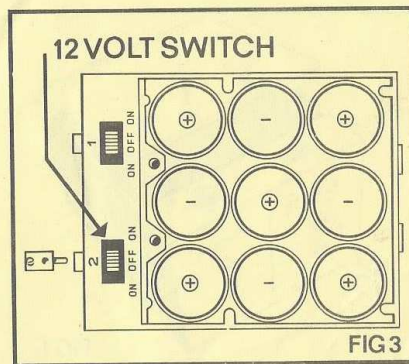

FIG 3
3. Für die Schaltung mit 12 Volt Nennspannung den Schaumstoff-Block aus dem Kasten entfernen und 9 Batterien in der in Abb. 3 gezeigten Anordnung anbringen. Zu diesem Zweck wurde die Unterseite des Batteriekastens speziell vorgeformt, um ein leichtes Einsetzen zu ermöglichen. Die Stromzufuhr erfolgt nun durch Einführen der Miniatur-Stecker in die Steckdosen unter der 12 Volt-Markierung und wird durch den Schalter Nr. 2 kontrolliert.
3. Ifråga om kretsen på 12 volt (nominell) skall skumklotsen tas bort, varefter 9 batterier placeras så som framgår av Fig.3. Dessa placeringar anges också på undersidan av manöverdosan som bekväm vägledning. Batterierna ansluts genom att man skjuter in de små stickpropparna i uttagen under 12-voltsmarkeringen, varefter strömmen regleras med strömbrytare nr 2.
3. Para usar el circuito de 12 volts (nominal), sacar el bloc de espuma de la caja y colocar 9 pilas en las posiciones indicadas en la fig.3. Para mayor facilidad, dichas posiciones van estampadas en la cara inferior de la caja. La potencia se obtendrá al introducir las mini-clavijas en los enchufes situados debajo de la marca "12 VOLTS", regulándose por medio del interruptor No.2.